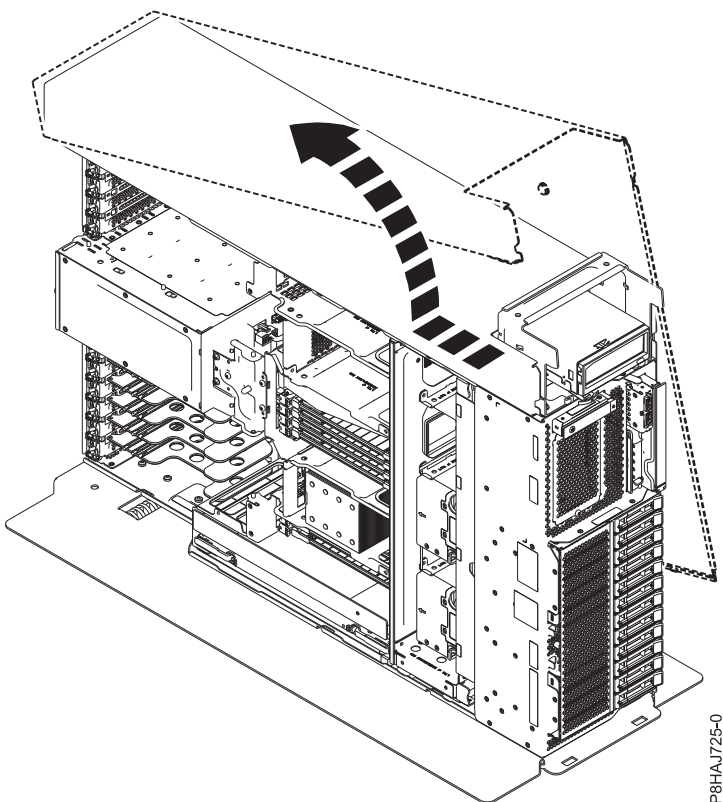

Figura 61. Extracción de la cubierta lateral del sistema 8286-41A
5. Deslice la cubierta lateral sacándola del sistema en la dirección que se muestra en la Figura 61.